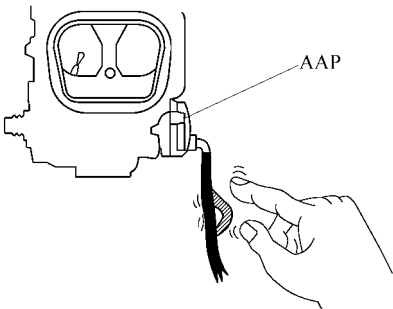

图 2-52 检查辅助加速泵
(6) 检查辅助加速泵 (AAP) 系统。检查冷却液温度是否低于 40℃，起动发动机，并夹紧 AAP 的软管，释放软管，检查是否从加速喷嘴喷出汽油，然后关闭发动机，如图 2-52 所示。
(7) 检查外部通气控制阀 (OVCV) 的动作。